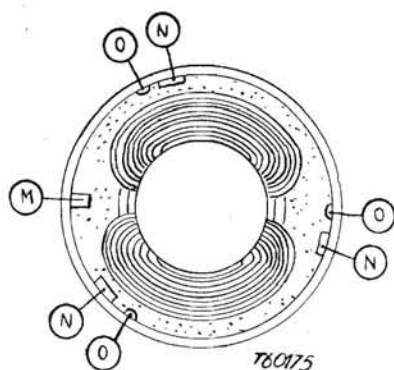

Fig. 7.14. - Unità di deflessione dei televisori Philips.
- 4) piegare all'indietro la linguetta *M* (v. fig. 7.14);